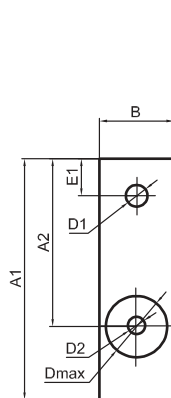

рис. 1
Разгрузки/погрузки краном следует осуществлять в соответствии с маркировкой на трансформаторе. Подъем осуществляется посредством строп, при этом используются четыре подъемные проушины (32) на крыше кожуха или две на верхнем ярме трансформатора (рис. 1). Угол между стропами не должен превышать 60°.
Горизонтальная буксировка трансформатора в кожухе или без него, осуществляется при помощи троса за проушины (33), расположенные на опорной раме (рис. 1, 2 стр.16).